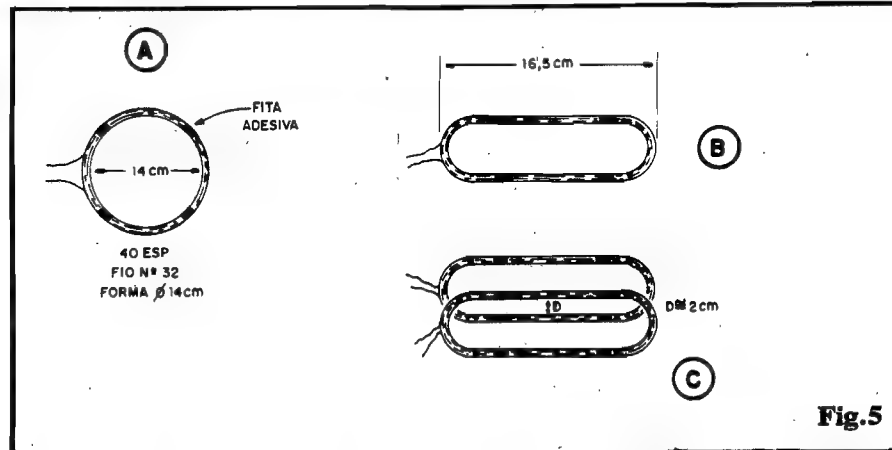
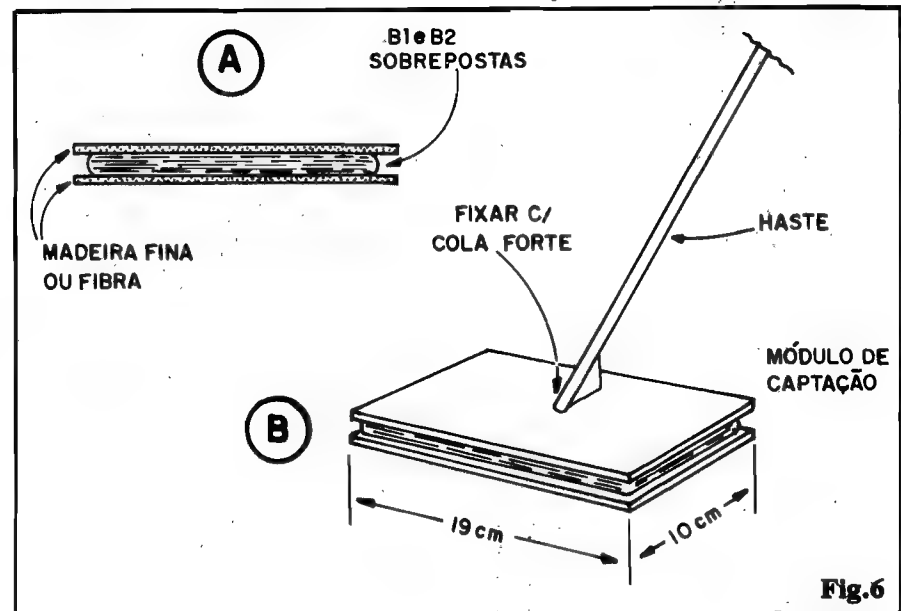

Fig. 5
Fig. 6
- **FIG. 5 - A CONSTRUÇÃO DAS BOBINAS** - Cada uma das duas bobinas idênticas, e composta de 40 espiras de fio de cobre esmaltado, primeiramente enroladas sobre uma forma circular com 14 cm. de diâmetro (pequenas diferenças, meio centímetro a mais ou a menos, não constituem problema...). Depois de formadas, as
- **FIG. 6 - O SANDUÍCHE DE CAPTAÇÃO** - Depois de formadas, ovalizadas e sobrepostas conforme fig. 5, o conjunto de bobinas deve ser "ensanduichado" en-
tre duas placas finas de madeira ou fibra (tipo "Duratex" ou similar). As medidas aproximadas das placas ficam em 19 x 10 cm. e a fixação geral do "sanduíche" deve ser feita por qualquer método que não envolva presenças metálicas (proibido usar pregos, parafusos, etc.). Toda a armação do conjunto deve ser feita com adesivo de epoxy ("Durepoxy") e/ou cola para madeira. Uma haste de madeira (um aproveitado cabo de vassoura é feito mas serve...) deve ser fixada, em pequeno ângulo de inclinação, à face superior do "sanduíche" (fig. 6-B), eventualmente usando-se como apoio um calço triangular... Novamente, evitar o uso de parafusos ou pregos de ferro (quando muito, alguns parafusos pequenos, de alumínio...). Quem quiser, poderá "blindar" as laterais do "sanduíche", contra a entrada de sujeira